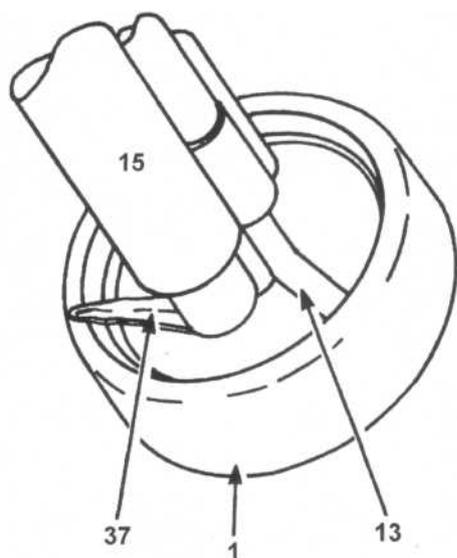

Рис.3 Регулировка краскоподающей трубки и
1. Установите краскоподающую трубку (13) на фронте распылителя (см. рис. 1 и рис. 3).
2. Укрепляют распылительную чашу (1) впереди на распылителе, при этом удерживая вал распылителя и поворачивая чашу до тех пор, пока она полностью не оденется. Винтовым штифтом (85) затягивают в сердечнике (1.2).
3. Краскоподающая трубка (13) должна быть установлена в углублении чаши приблизительно в положении «5 часов» и не должна тереться о чашу. При необходимости отрегулируйте положение трубки.
4. Скользящий контакт (37) устанавливают так, что возвышающаяся пластиковая часть скользящего контакта трет по внешнему заднему канту кольца распылительной чаши. (См. рис. 3).